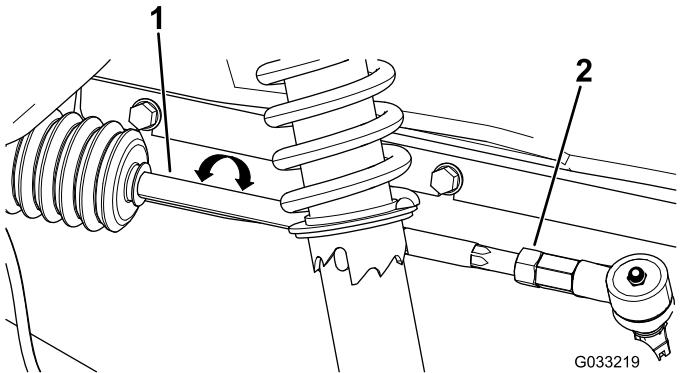

**Bild 44**
- Messen Sie den Abstand zwischen beiden Vorderreifen auf Achshöhe (an der Vorder- und Rückseite der Vorderreifen) (Bild 44).